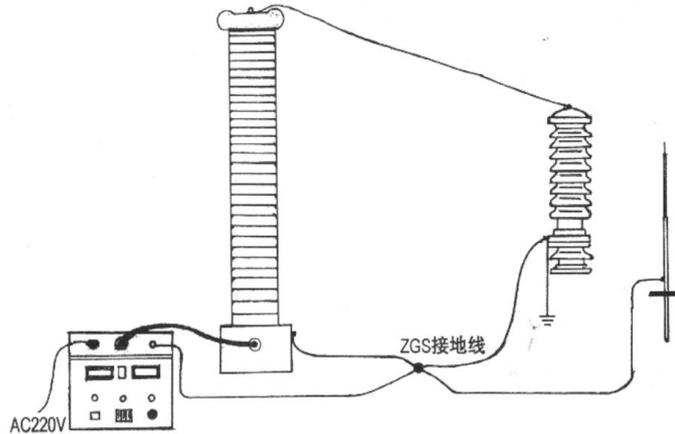

图 4 试验回路接地线示意图
地线。保护接地线与工作接地线以及放电棒的接地线均单独接到试品的地线上(即一点接地)。严禁各接地线相互串联。为此,应使用专用接地线。(见图 4)上。
3、接线图见图 4 试验回路接地线示意图